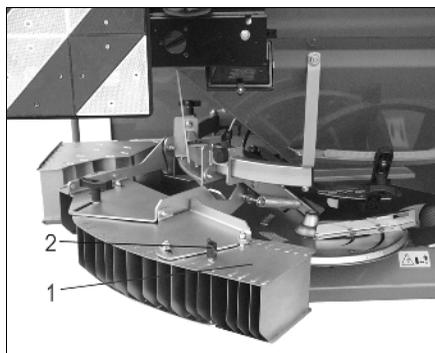
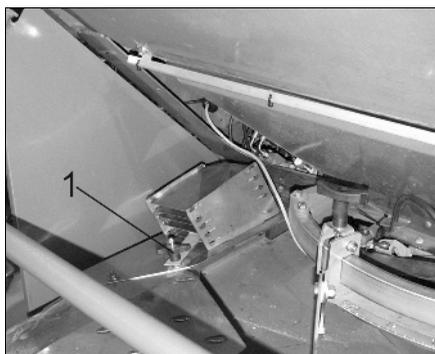

Fig. 43
Fig. 44
- Para desmontar la pantalla adicional aflojar el tornillo de mariposa (Fig. 43/2) y descolgar la pantalla. Volver a enroscar el tornillo de mariposa y ajustar la pantalla en posición de estacionamiento con la chapa de fijación.
- Asegurar la pantalla adicional (Fig. 43/1) con chapa de fijación (Fig. 44/1) y guiar conjuntamente a la posición de estacionamiento (Fig. 44).